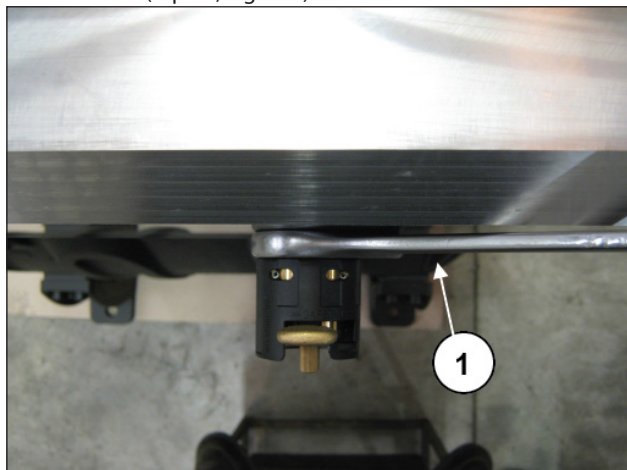

Fig. 164
Desserrer le dispositif d'ouverture des soupapes à l'aide d'une clé de 30 mm (rep. ①, Fig. 164).